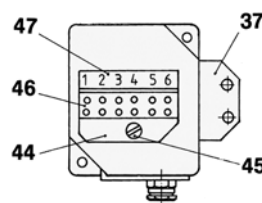

Fig. 6
- a) Fissare il raddrizzatore nella scatola (39) oppure
b) Fissare la piastra (44) nella scatola con le viti a testa svasata (45). Fissare il morsetto a 2, 4 o 6 poli (46) sulla piastra (44) con le viti a testa cilindrica (48). Incollare sulla piastra (44) la designazione dei morsetti seguendo la fig.6.
- Fissare il supporto (37) con le viti a testa cilindrica (49) sul retro del magnete del freno.
- Tirare bene il cavo della bobina attraverso la scatola quindi fissare questa con i dadi esagonali (42).